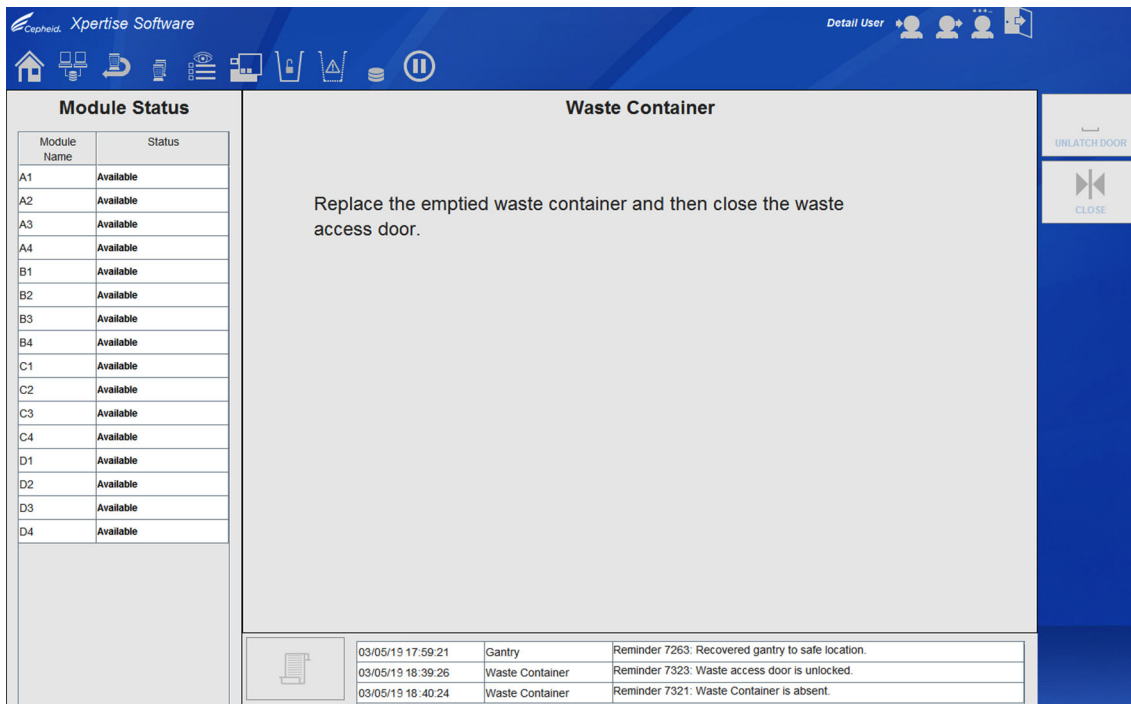

Figura 9-42. Área de trabalho Waste Container (Recipiente de resíduos) – esvaziar o recipiente de resíduos e fechar a porta do recipiente de resíduos
- A. Abra a porta de acesso (ver Figura 9-43A). A área de trabalho Waste Container (Recipiente de resíduos) muda para a área de trabalho mostrada na Figura 9-42.